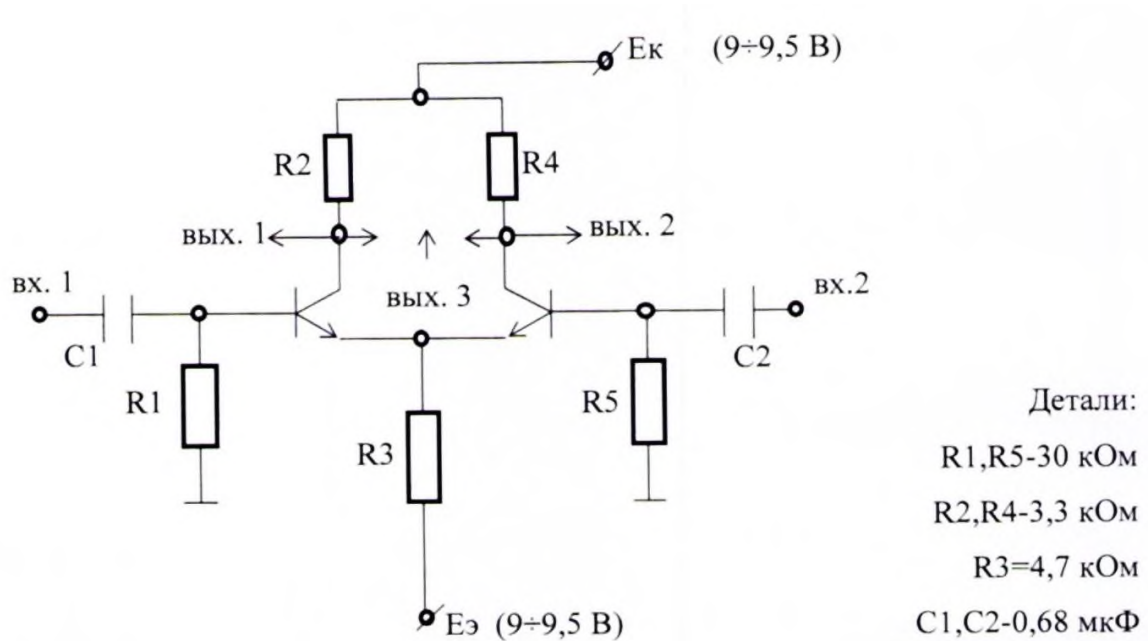

Рис. 3.1 Схема дифференциального усилителя
2.1 Собрать схему, как показано на рис. 3.1